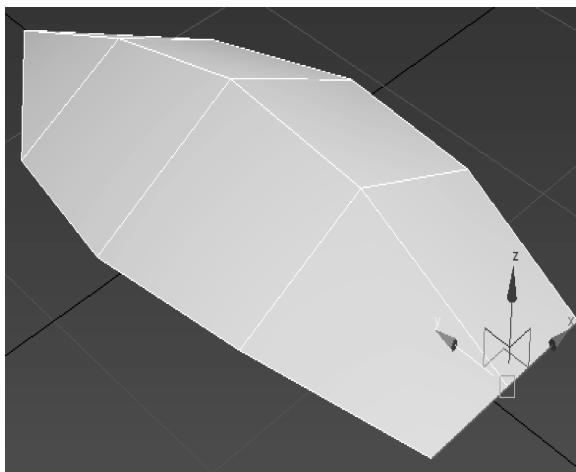

图4-38 塌陷命令调整结果
2) 选中平面上的3个顶点，调整每个顶点的位置，执行“塌陷”命令。调整结果如图4-38所示。